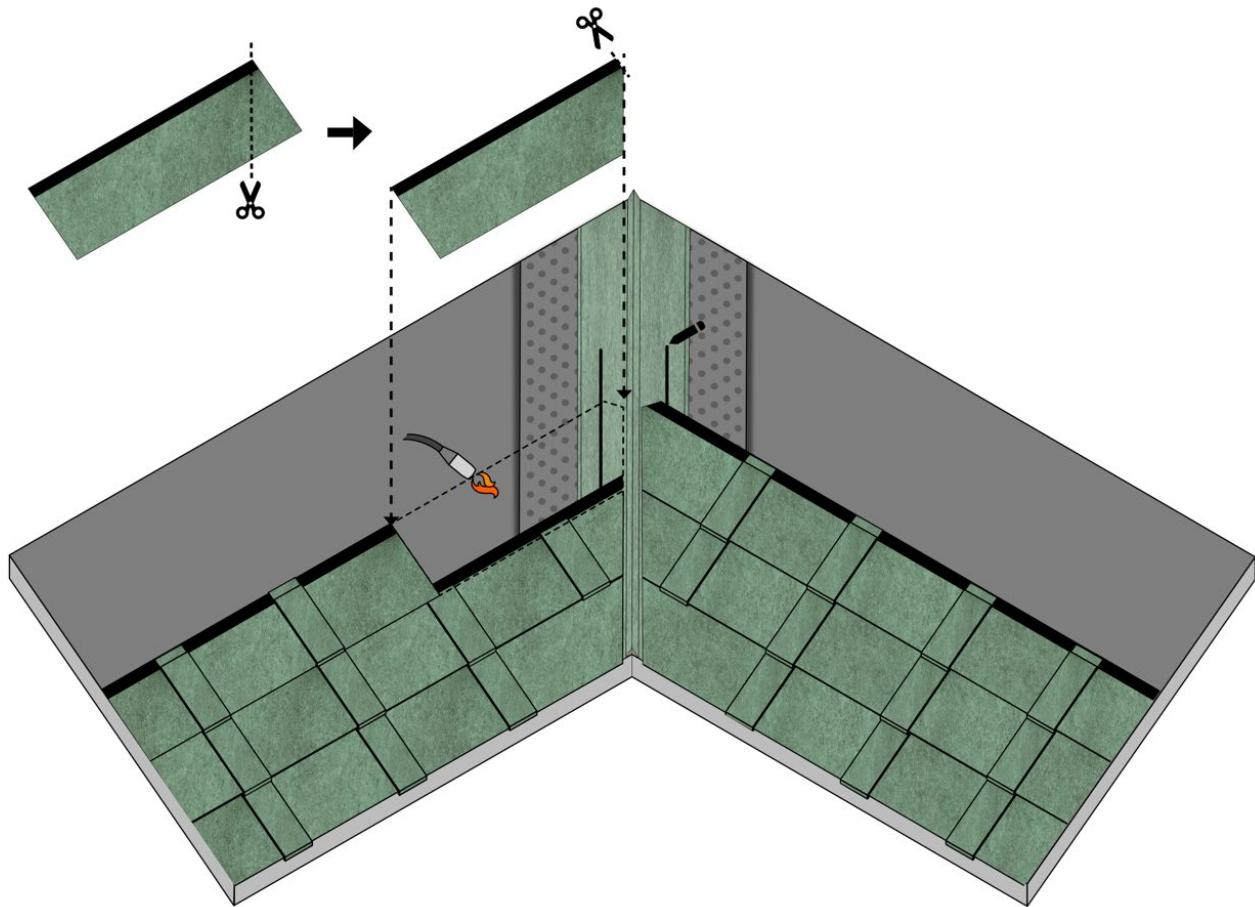

Fig. 25 - Installazione a fiamma delle tegole sul compluvio
- Posare quindi le tegole della prima falda, fino alla linea di compluvio, tagliandole a 3 cm e parallelamente alla linea di compluvio. Fissare le tegole alla membrana bituminosa (ove presente) attraverso la fiamma del cannetto e con del Bitustick, posato in righe parallele, sopra al compluvio metallico, Fig. 25.
- Ripetere la stessa procedura anche per la seconda falda. Alla fine, dovrà risultare un canale tra le tegole, sul compluvio metallico, dove l'acqua scorrerà in via preferenziale, Fig. 25.
- È consigliabile inoltre tagliare trasversalmente lo spigolo superiore della tegola al compluvio, in modo da convogliare l'acqua discendente lungo l'asse del compluvio, Fig. 25.